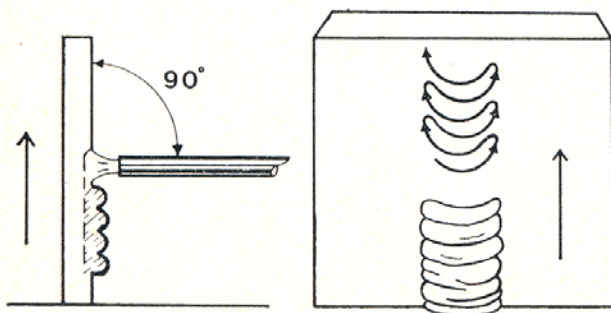

Fig. 13
#### Giunto di testa in posizione verticale (Fig. 13)
#### Jonctions de tête en position verticale (Fig. 13)
#### Head Joints in the Vertical Position (Fig. 13 )
**Stirnseitige Stumpfschweissverbindungen (Abb. 13)**